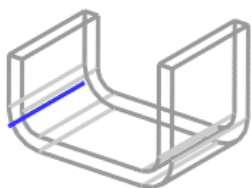

图 4.1.11 材料内部
-  (材料内部) 按钮: 将弯边定位在轮廓平面的内部 (图 4.1.11 所示)。零件的整体长度保持不变。